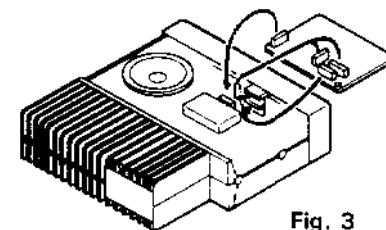
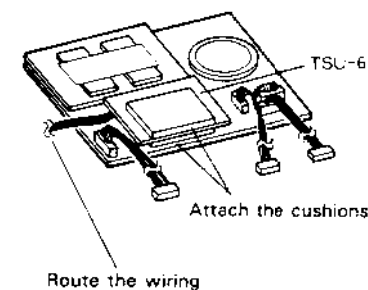

Fig. 3
Fig. 4
2. Sujete los tres cables del DRU-1 en el transceptor como se muestra en la Fig. 3. No se olvide de sujetar el TSU-6 como se muestra si está instalando esta unidad al mismo tiempo (Fig. 4)